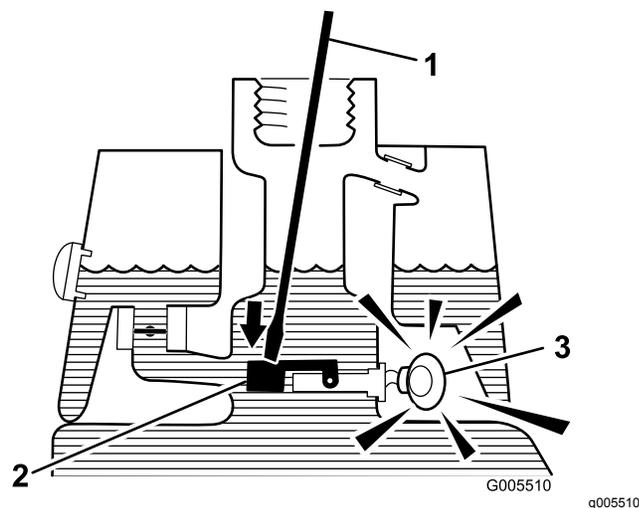

Рисунок 41
- Вставьте чистый стержень или отвертку в горловину бака и слегка нажмите на поплавков переключателя (Рисунок 41). Через одну секунду должен прозвучать предупреждающий звуковой сигнал.